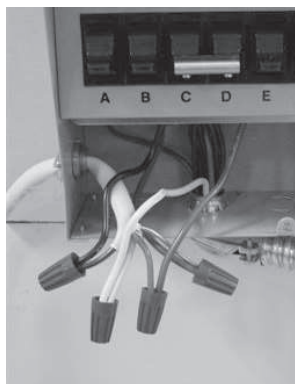

Figura 9A
4. Si su interruptor de transferencia no tiene vatímetros, conecte el cable de construcción negro al cable negro del interruptor de transferencia, luego conecte los cables de un mismo color, es decir, rojo con rojo, blanco con blanco y verde con verde, usando un conector de cables rojo para cada pareja de cables (Figura 9A).